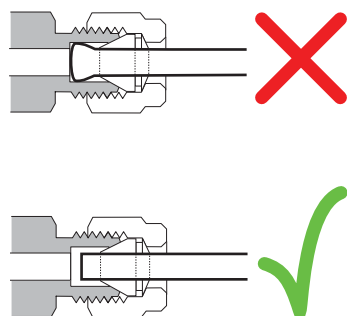

Рисунок 22 Готовый фитинг
- 10 На Рис. 22 показаны как правильно, так и неправильно обжатые соединения. Обратите внимание, что конец трубки в правильно обжатом фитинге не раздавлен и не мешает работе феррул.